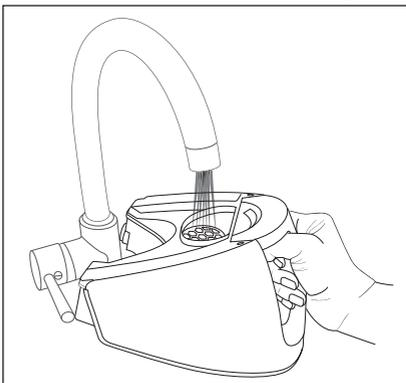

Fig. 2
- 2) Remplissez le réservoir à eau **7** en utilisant l'orifice de remplissage, exclusivement avec de l'eau du robinet ou distillée (voir fig.2).